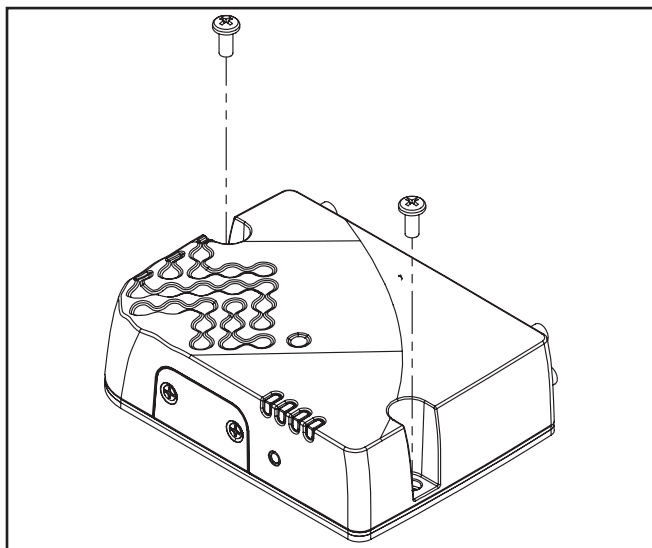

Figura 1.
2. Use un destornillador Phillips No.8 para retirar la puerta de enlace. (Figura 1.)